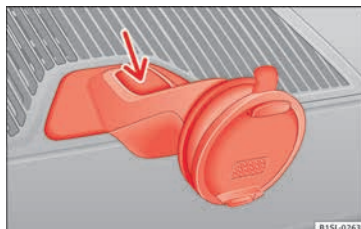

Abb. 157 Aufnahme des Navigationsgeräts ausbauen.
- Entriegelungstaste der Aufnahme drücken »» **Abb. 157** (Pfeil).